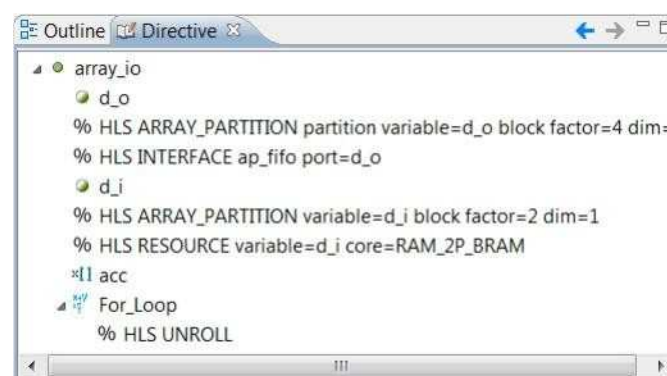

图 4-22: 实验 2 解决方案 3 的概要
5. 在 Directive 选项卡中，选择 d_i 并重复前面的步骤，但是这次将端口分区为 **2**。选项卡显示了现在应用于设计的指令(图 4-22)。